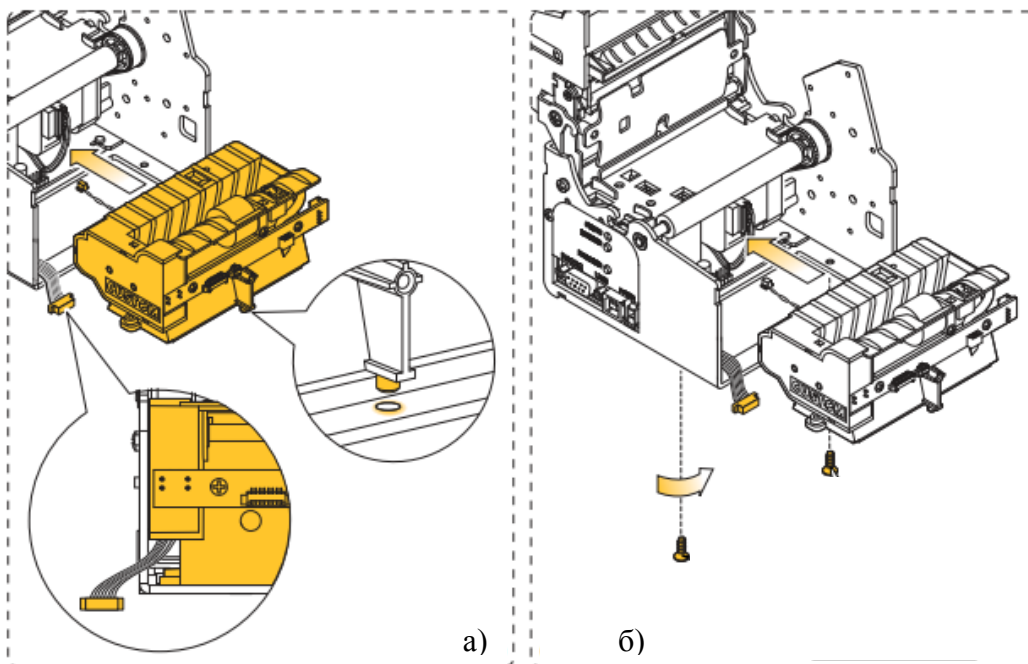

Рисунок 5.20 - Присоединение шасси презентера
- уложить жгут презентера в левом нижнем углу шасси принтера (Рисунок 5.20 а));
- вставить штырь, расположенный внизу на основании презентера, в паз на шасси принтера, как показано на рисунке (Рисунок 5.20 а));
- завинтить два винта и зафиксировать их (усилие крутящего момента 80 сН x м) (Рисунок 5.20 б)).